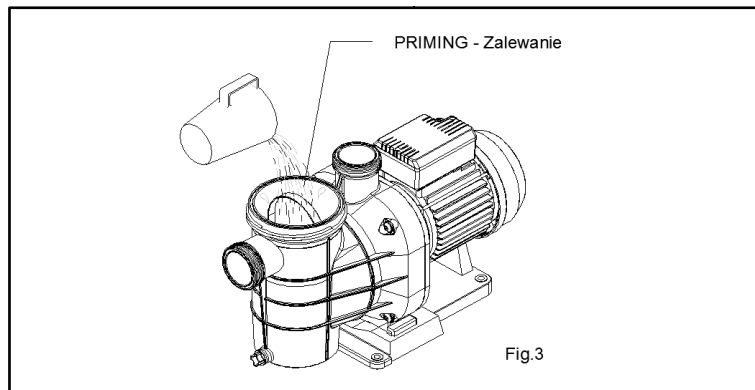

Fig.3
- For the correct operation of the pump, it must be primed until water reaches the surface of the suction pipe. In models with built-in pre-filter, the pump can be filled with water by opening the lid of the pre-filter (Fig. 3).
- Aby pompa działała prawidłowo, należy ją zalać do momentu, aż woda sięgnie powierzchni rury ssącej. W modelach z wbudowanym filtrem wstępnym pompę można napełniać wodą przez otwór w pokrywie filtra wstępnego (rys. 3).
- For models with pre-filter the following operations can be performed (Fig. 3):
- W przypadku modeli wyposażonych w filtr wstępny można wykonać następujące czynności (rys. 3):